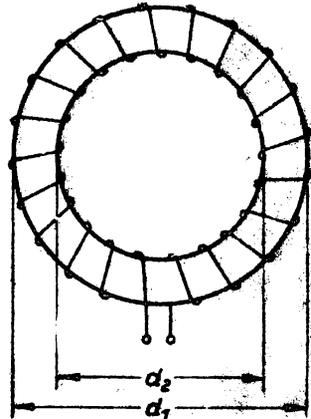

Bild 32
5. Ein Keramikring, dessen äußerer Durchmesser  $d_1 = 70$  mm und innerer Durchmesser  $d_2 = 60$  mm beträgt, ist mit 250 Windungen Kupferdraht bewickelt. Durch die Wicklung fließt ein Strom von 2 A (Bild 32).